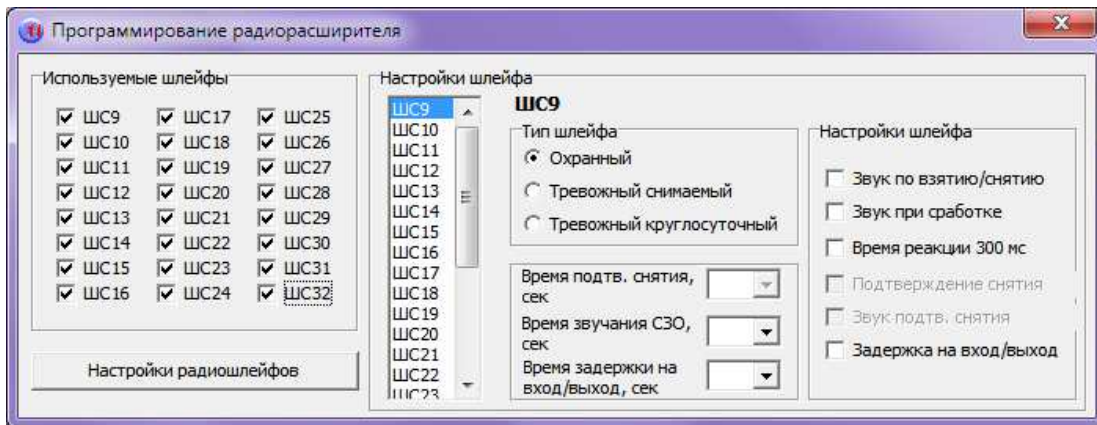

Рисунок 13
3.2.8 Для каждого радиоканального ШС (рисунок 13) укажите его тип (поле «Тип шлейфа»), выберите из выпадающих списков необходимые числовые значения и отметьте необходимые параметры (поле «Настройки шлейфа»).